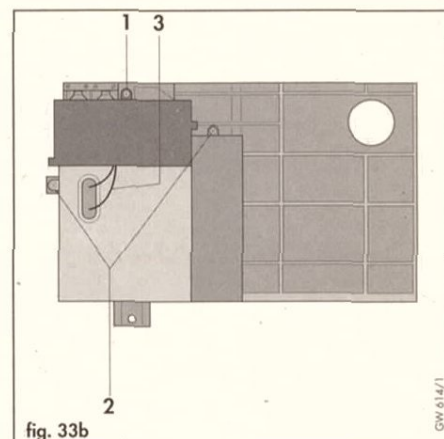

fig. 33b
- Togliere la vite (1, fig. 33b) e levare il coperchio della morsettiere.
- Togliere la vite (1, fig.33b) e levare il coperchio della morsettiera.